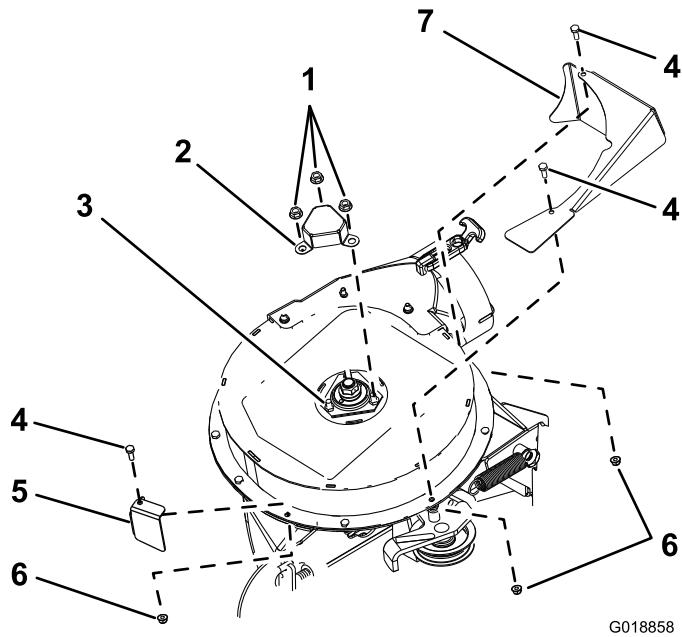

図 7
- CE シャフトガードを、上ベアリングハウジングを固定している3本のボルトと3個のナットに合わせる（図 7）。
2. CE シャフトガードをプロアに固定する; OEM シャフトカバーと金具類を取り外す(ページ 4)のステップ1で外した鋸歯ナット3個を使用する; (図 7) を参照。
1. CE 前ガードを上プロアハウジングに合わせる(図 7)。
2. CE前ガードを、上プロアハウジングに取り付ける; OEM シャフトカバーと金具類を取り外す(ページ 4)のステップ3で取り外した六角ヘッドボルト(1/4 x 3/4 インチ)とロックナット(1/4 インチ)を使用する; 図 7を参照。
3. CE テンショナガードを上プロアハウジングに合わせる(図 7)。
4. CEテンショナガードを、上プロアハウジングに取り付ける; OEM シャフトカバーと金具類を取り外す(ページ 4)のステップ3で取り外した六角ヘッドボルト(1/4 x 3/4 インチ)2本とロックナット(1/4 インチ)2個を使用する; 図 7を参照。